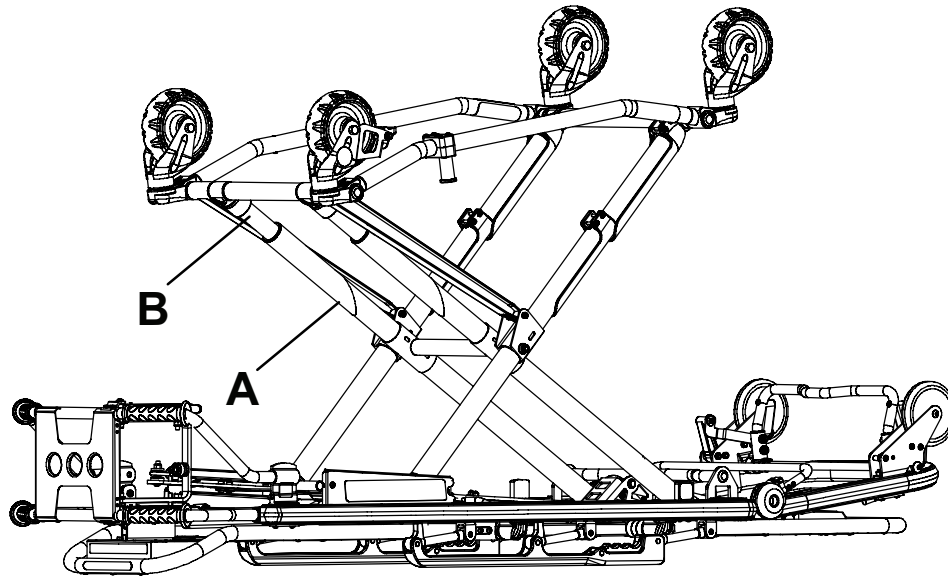

Figura 25 – Ubicaciones de lubricación de la base
3. Usando el tubo aplicador de plástico, rocíe **Tri-Flow™** con lubricante **Teflon®** (6082-199-012) en el espacio entre los tubos de elevación superior (A) e inferior (B) situados en ambas patas del extremo de los pies (Figura 25).